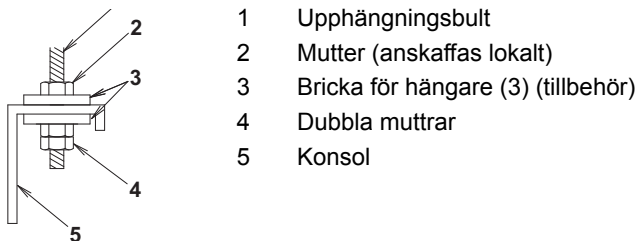

Bild 10
(1) Fäst upphängningskonsolen i upphängningsbulten. (Se bild 10)